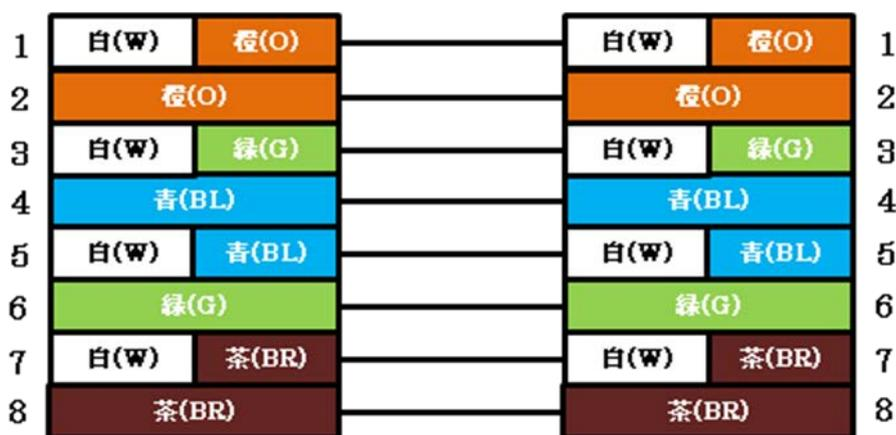

図5-2ストレートケーブル
- ストレートケーブル： 図5-2で示すように両端のピン配置は、568B規格に従います。